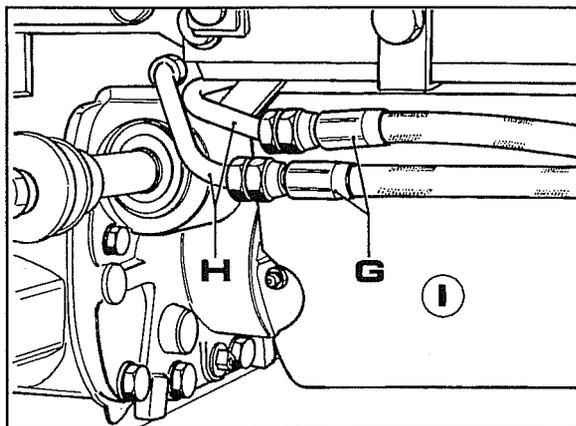

Fig. 16
16. Débrancher les deux canalisations **G** fig. 16. Mettre deux bouchons aux extrémités des canalisations **H** pour éviter la sortie d'huile à chaque mouvement des roues avant.